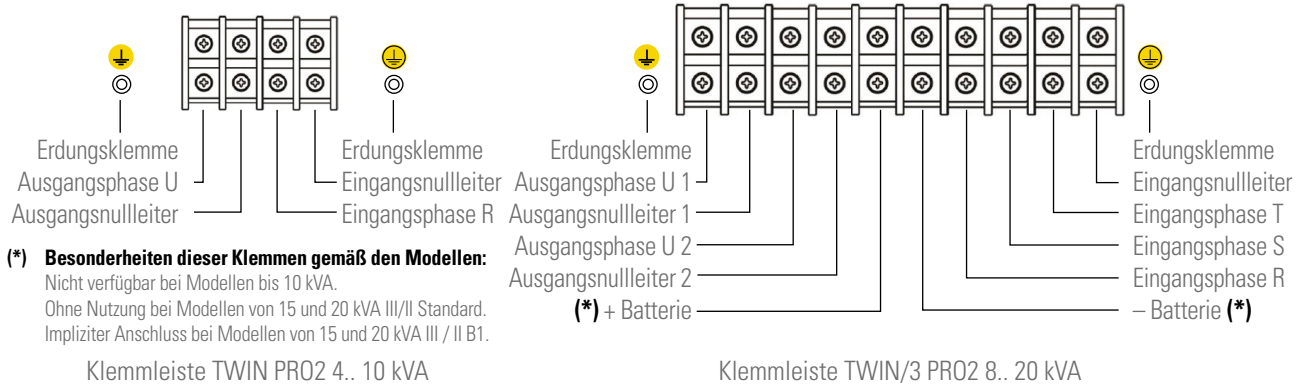

Abb. 17. Anschlussklemmleiste.
- Die Eingangskabel an den entsprechenden Klemmen gemäß der Konfiguration des vorhandenen Geräts anschließen [siehe Abb. 17].
- Die Verbraucher an die Ausgangsklemmen oder an den Ausgang 1, U und N **anschließen, wobei die Reihenfolge der Phase und des Neutralleiters** zu beachten ist, die auf der Gerätekennzeichnung und in diesem Handbuch angegeben ist [siehe Abb. 17]. Ansonsten können Störungen und/oder Ausfälle an der USV und/oder am Verbraucher oder an den Verbrauchern auftreten.
**Neutralleiters zu beachten ist**, die auf der Gerätekennzeichnung und in diesem Handbuch angegeben ist [siehe Abb. 17]. Ansonsten können Störungen und/oder Ausfälle an der USV und/oder am Verbraucher oder an den Verbrauchern auftreten.